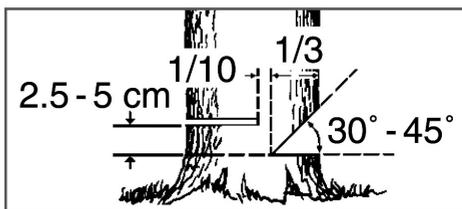

Рис.11 Расположение запила и пропила
4. Выберите направления падения дерева. Для этого следует учесть силу и направление ветра, естественный наклон дерева, равномерность распределения веток в кроне дерева. Начните пилить с той стороны дерева, куда оно должно упасть (Рис. 11)